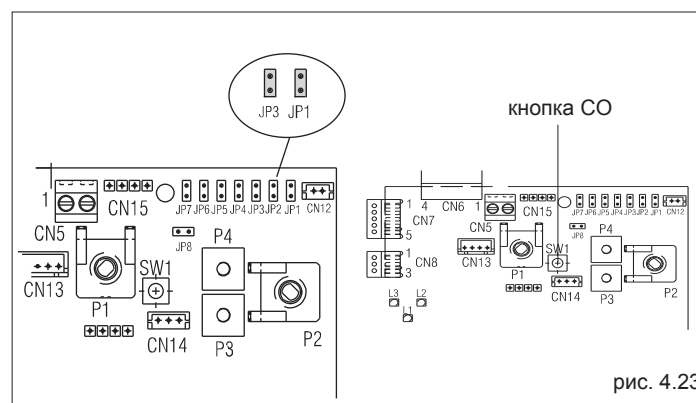

рис. 4.23
- установите перемычки JP1 и JP3 (рис. 4.23)
- нажмите кнопку СО (рис. 4.23) и переходите к настройке следующего параметра.
- Нажмите один раз кнопку CO (рис. 4.23)